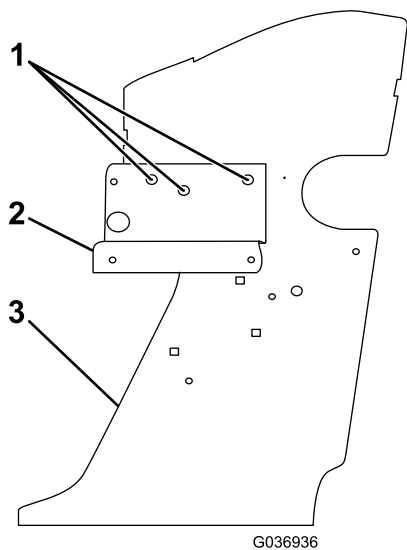

Figure 5
1. Utilisez le collecteur hydraulique pour déterminer quels trous pilotes devront être agrandis sur le côté gauche de la machine (Figure 5).